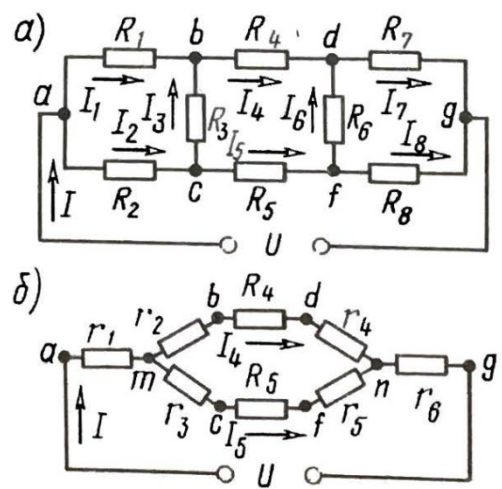

Рис. 1.49
**1.49.** Найти эквивалентное сопротивление цепи (рис. 1.49, а) и все токи, если  $U = 114$  В,  $R_1 = 30$  Ом,  $R_2 = R_3 = 10$  Ом,  $R_4 = 26$  Ом,  $R_5 = 11$  Ом,  $R_6 = 10$  Ом,  $R_7 = 40$  Ом,  $R_8 = 50$  Ом. Задачу решить, используя преобразование треугольника сопротивлений в эквивалентную звезду.